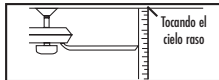
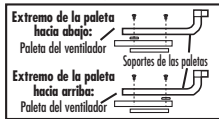

Figura 1
Figura 2
4. La mayoría de los problemas de oscilación del ventilador ocurren cuando los niveles de las paletas no son iguales. Compruebe este nivel seleccionando un punto en el cielo raso sobre el extremo de una de las paletas. Mida la distancia como se muestra en la Figura 1. Manteniendo la medición dentro de 3 mm, gire el ventilador hasta que la próxima paleta esté colocada en el sitio para la medición. Repita para cada paleta. Si los niveles de las paletas son diferentes, puede ajustar las paletas usando el siguiente procedimiento: Para ajustar hacia arriba el extremo de una paleta, inserte una arandela (no incluida) entre la paleta y el soporte de la misma en el tornillo más cercano al motor (Figura 2). Para ajustar hacia abajo el extremo de una paleta, inserte una arandela (no incluida) entre la paleta y el soporte de la misma en los dos tornillos más alejados del motor (Figura 2).